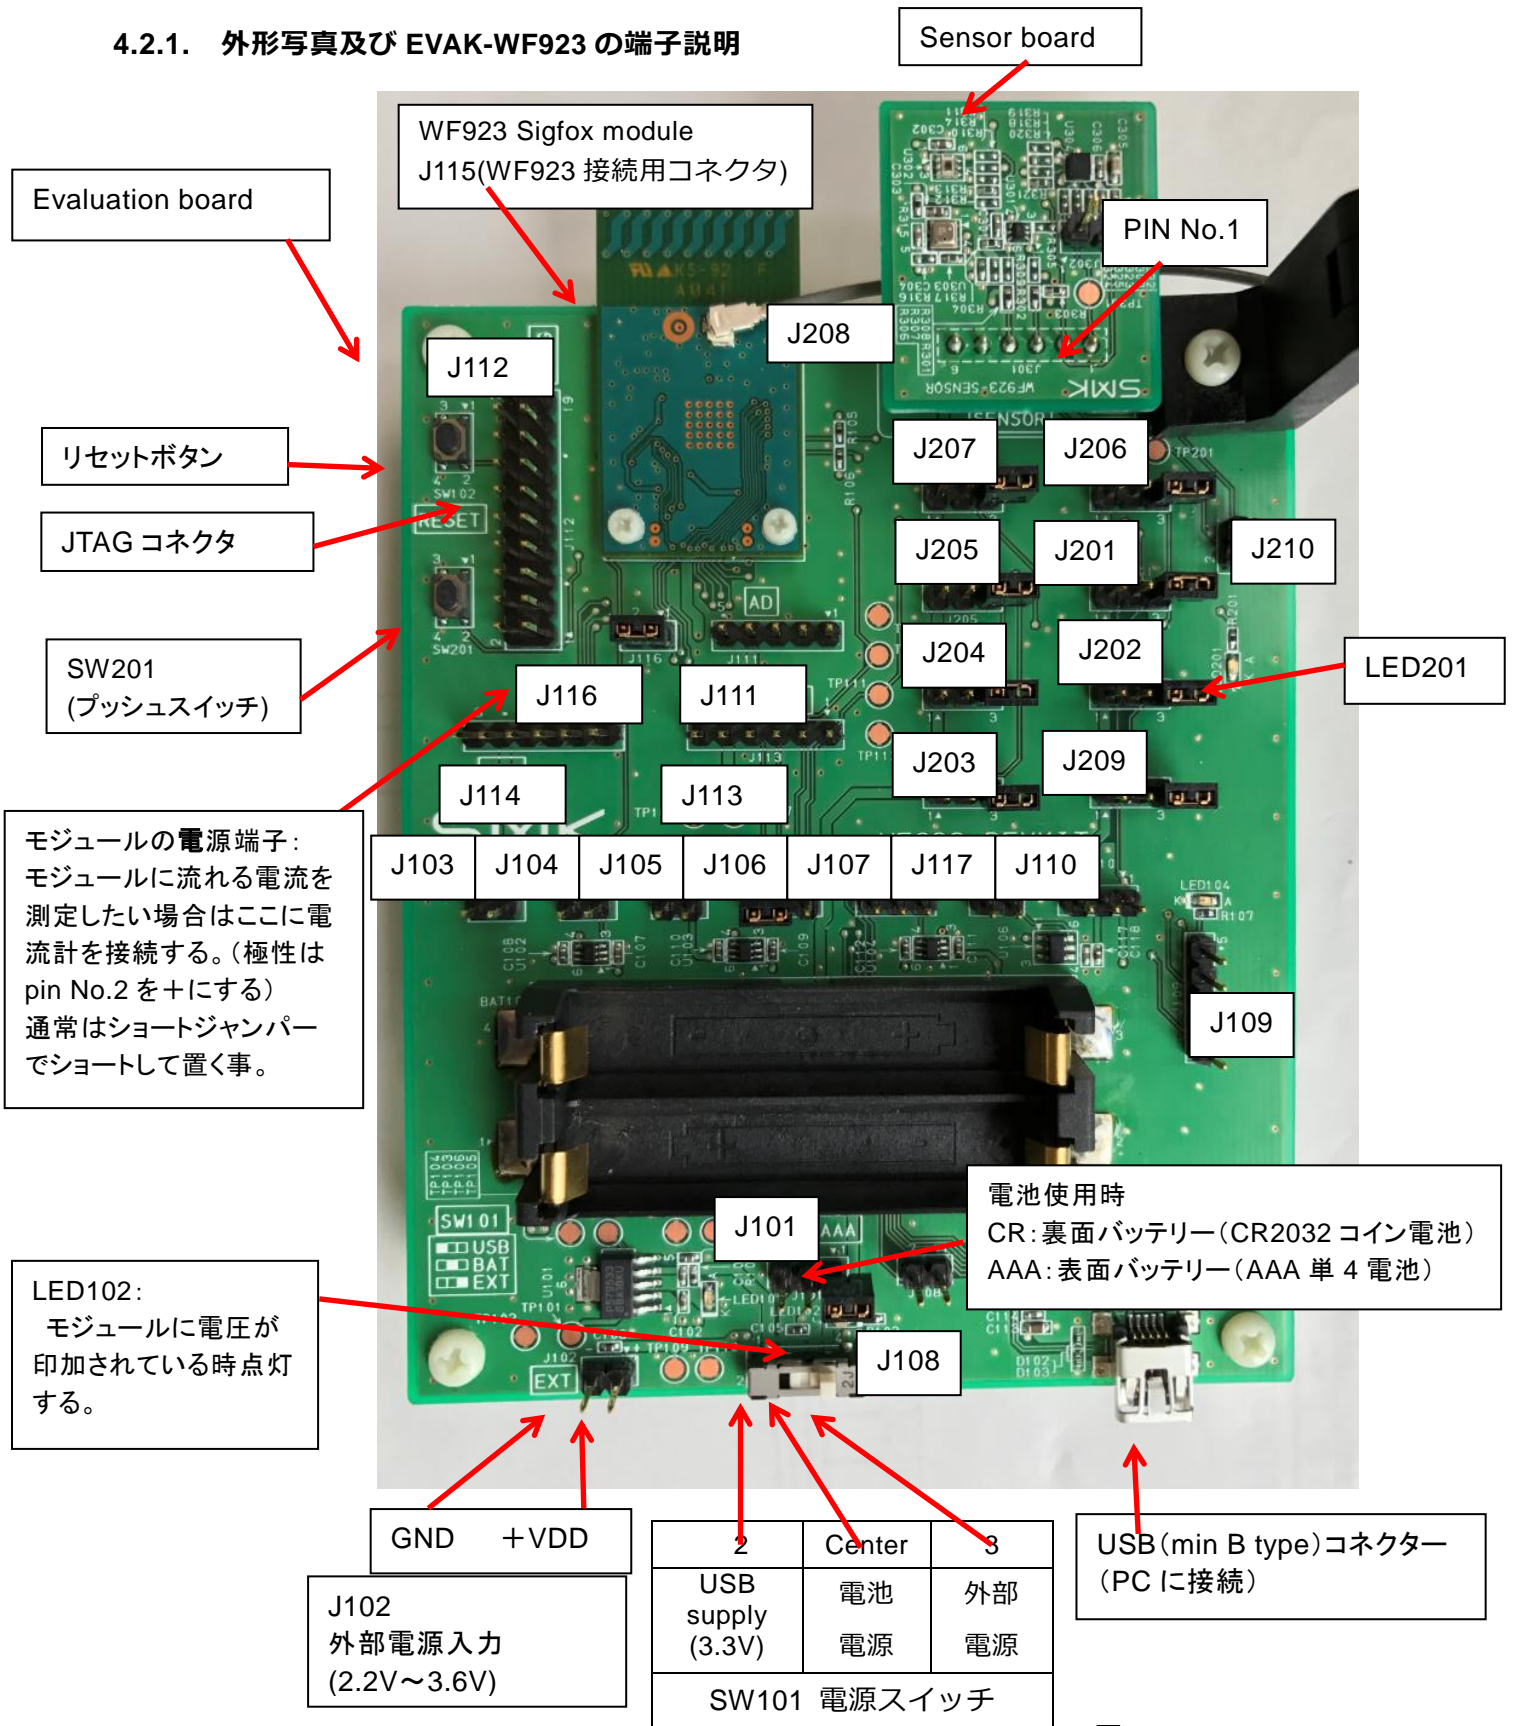

図 4.
この場合、電源スイッチは、USB からの電源を使用する場合、電池を使用する場合、外部電源を使用する場合で ON するポジションが図 4 の様になりますので、電源の設定に合わせて電源スイッチの ON の設定をしてください。
- ① 4.2.2 の「各動作モードで共通に必要なピンヘッダーの接続一覧表」に基づき接続をしてください。
- ② 4.2.3 の「各動作モードとする為のピンヘッダーの接続一覧表」の動作モードを UART 通信 (USB ブリッジ接続で通信) の欄に基づいて接続をしてください。
- ③ 図 4 の電源スイッチを ON (設定した電源に合わせた ON の位置) とする。
- ④ 図 4 のリセットボタンを押す。(POWER ON でリセットが掛かり動作を開始しますが、念のためリセットボタンを押してください。)
- ⑤ 上記により UART 通信で AT コマンドによる通信が出来る様になり、「Sigfox RF モジュール (WF923)製品仕様書」に基づいたコマンドを送信する無線送信を開始します。
- ⑥ 送信を開始すると図 4 の LED201 が 3 回点滅して送信を終了します。
- ② 4.2.3 の「各動作モードとする為のピンヘッダーの接続一覧表」の動作モードを UART 通信(外部ボードと UART 通信) の欄に基づいて接続をしてください。
- ⑤ 上記により UART 通信で AT コマンドによる通信が出来る様になり、「Sigfox RF モジュール (WF923)製品仕様書」に基づいたコマンドを送信する無線通信を開始します。